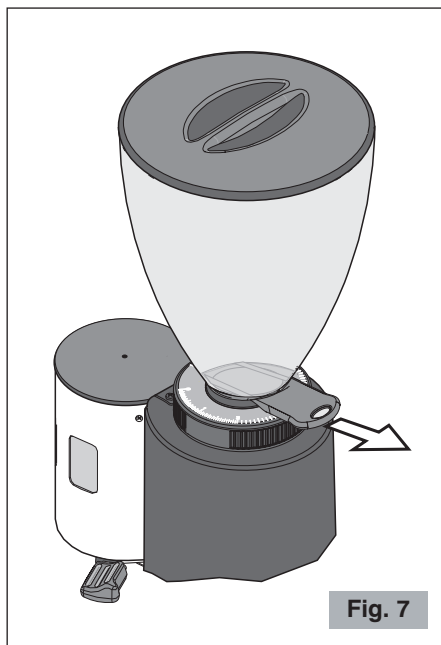

Fig. 7
**!** **S'assurer de l'ouverture complète de l'obturateur de la cloche jusqu'à la fin de sa course (dernier déclenchement) (voir Fig. 7).**